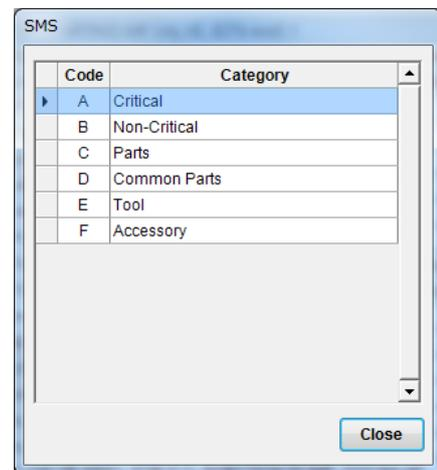

図 18-4 SMS ダイアログ
- (2) “SMS ダイアログ ”(図 18-4) が表示されます。